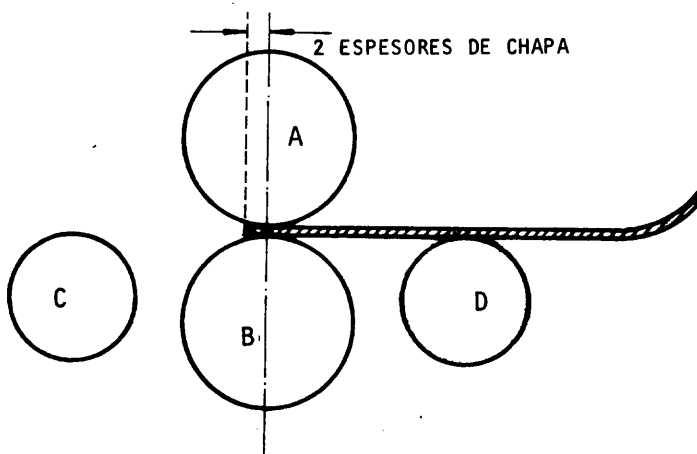
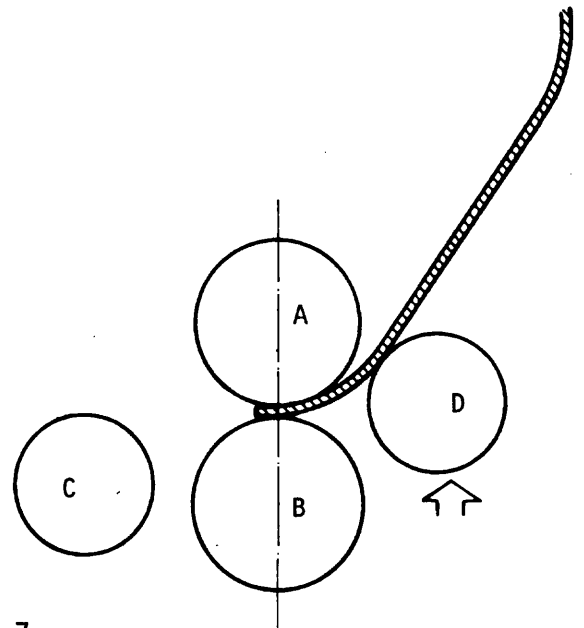

Fig. 6
Fig. 7
- 2) Para curvar el otro extremo de la chapa, repita el 3° Paso (fig. 6). Utilice el rodillo "D" en lugar del "C" (fig. 7). Repita el 4° Paso.